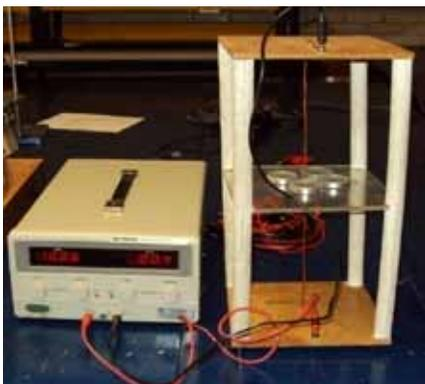

Figura 8.5 Dispositivo de Oersted
- d) Utilizando el dispositivo de Oersted, coloque cuatro brújulas en la base de acrílico alrededor del hilo conductor en un radio de aproximadamente 3 cm, como se muestra en la figura 8.5 (cerciórese de que todas las brújulas señalen en dirección del norte geográfico).